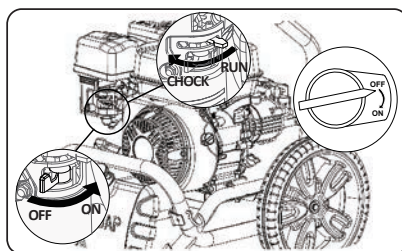

FIG 8
- ▶ Laissez le moteur tourner pendant plusieurs secondes puis faire glisser graduellement le levier de starter sur la position MARCHE (RUN) pendant que le moteur chauffe. (Fig 8)
- ▶ Tournez le robinet de carburant en position ON (levier du bas).(Fig 8)
- ▶ Positionner le levier de starter sur la position «Starter» coté gauche (levier du haut). (Fig 8)